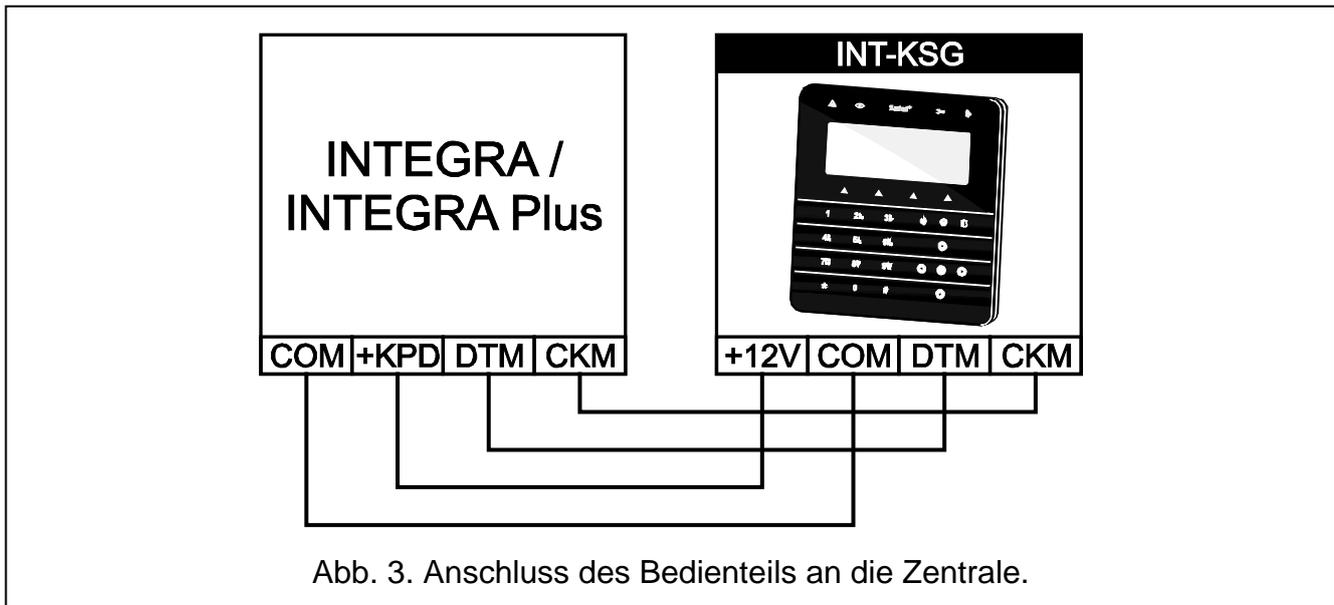

Abb. 3. Anschluss des Bedienteils an die Zentrale.
4. An die Klemmen DTM, CKM und COM die Leitungen zur Verbindung des Bedienteils mit dem Bedienteilbus der Alarmzentrale anschrauben (siehe: Abb. 3). Die Leitungen sollen in einem Kabel geführt werden.